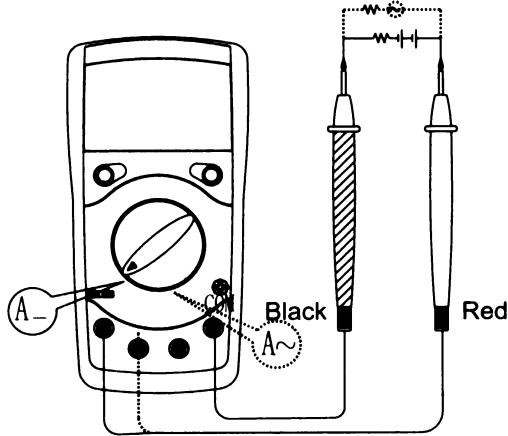

Рис. 4
**C. Измерение постоянного тока (рис.4)**
**D. Измерение переменного тока (рис.4 пунктирная линия)**